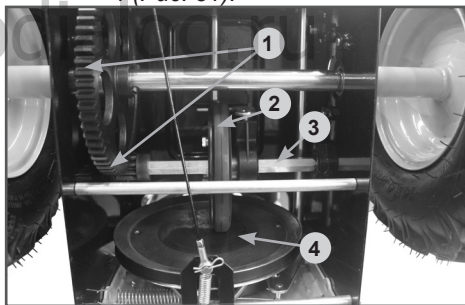

Рис. 31 Обслуживание трансмиссии
Если при нажатом рычаге включения хода снегоотбрасыватель не движется или при нажатии на рычаг включения хода слышны посторонние звуки, а регулировка длины троса включения хода не позволяет устранить проблему, возможно, фрикционное колесо 2 (Рис. 31) полностью износилось и его необходимо заменить.
4. Нанесите многоцелевую консистентную смазку CHAMPION EP-0 тонким слоем на шестигранный вал 3 фрикционного колеса и зубья шестерен 1 (Рис. 31).
Не допускайте попадания смазки на резиновое фрикционное колесо 2 и ведущий диск 4 (Рис. 31).
1. Слейте топливо из топливного бака и карбюратора (Рис. 31).